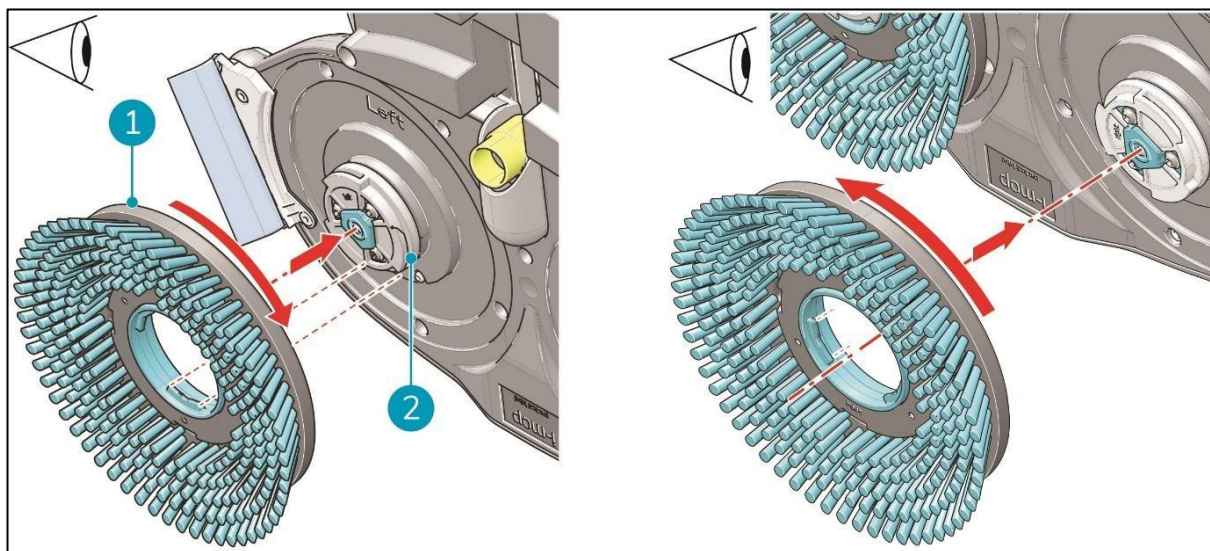

Figura 8
3. Alinee la escobilla izquierda (figura 8, elemento 1) con el disco del motor izquierdo (figura 8, elemento 2). Alinee los pestillos y los rebajes de la escobilla y el disco del motor.